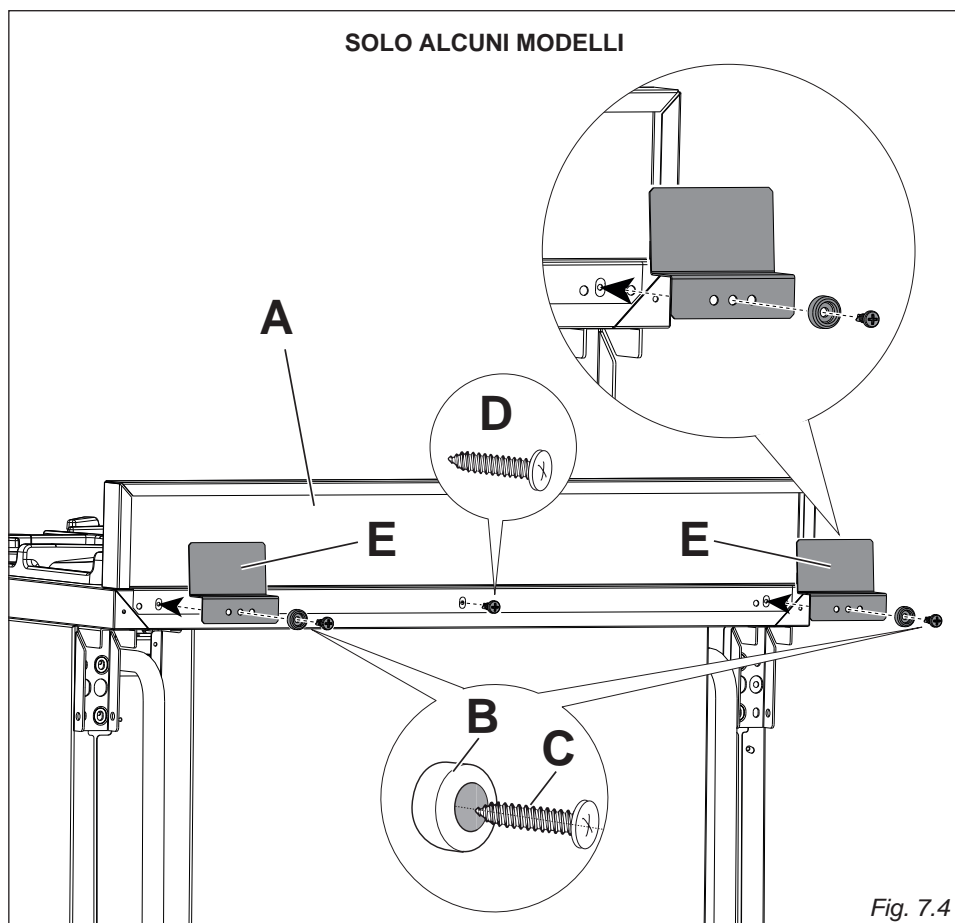

Fig. 7.4
Prima di installare la cucina montare l'alzatina "A" (fig. 7.4).
- Togliere i distanziatori "B" (fig. 7.4) dal lato posteriore del piano di lavoro svitando la vite di fissaggio "C".
- interporre le squadrette di rinforzo "E" e rimontare i distanziatori "B" fissandoli con le viti "C" (fig. 7.4).